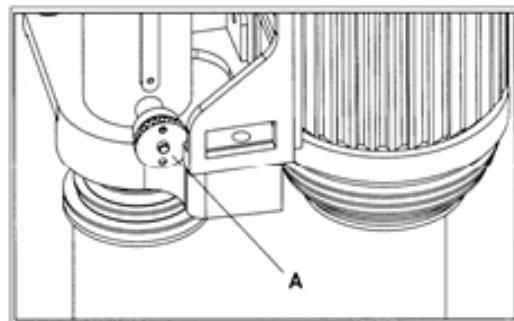

Рис. 3.9
1. Откройте заднюю дверцу корпуса станка. Поверните стопорную ручку (A) Рис. 3.9, пока отверстие на ручке не зацепится со штифтом. Таким образом, ручка (A) зафиксирует "стопор вращения шпинделя".